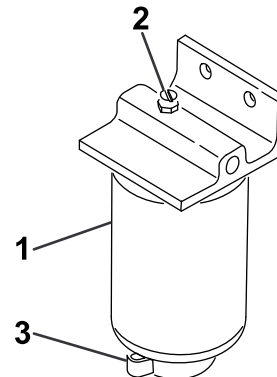

図 55
2. フィルタ容器図 55下部のドレンプラグをゆるめて水や異物を流し出す。
1. フィルタ容器(図 55)の周辺をウェスできれいにぬぐう。